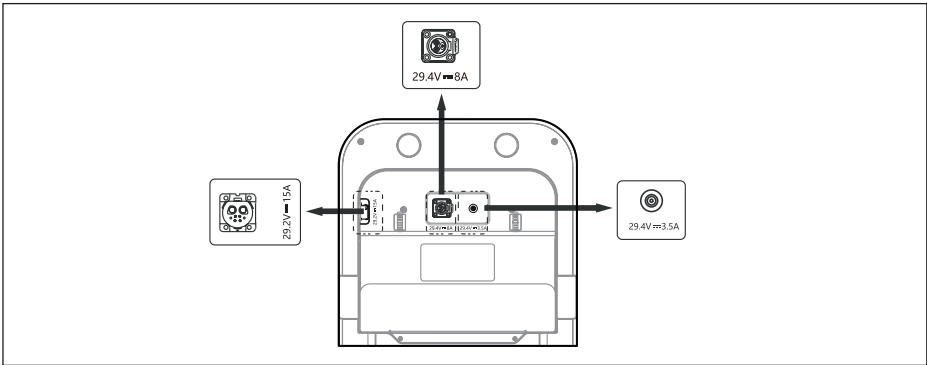

Figura 1
1. Ligue um adaptador de corrente à interface indicada na estação de carregamento que corresponda ao modelo específico (consulte a Figura 1). Ligue apenas um adaptador de cada vez. Não ligue dois ou mais adaptadores ao mesmo tempo.